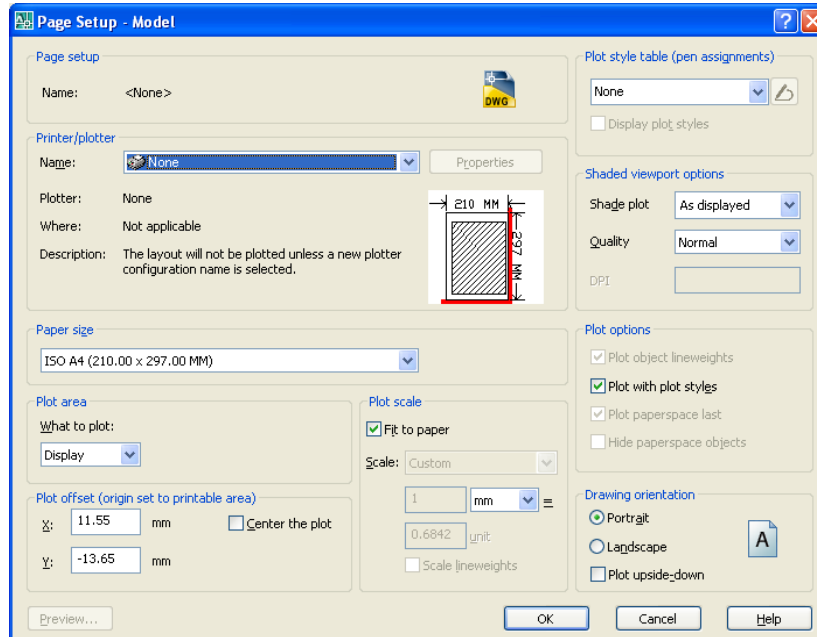

Figura 2.136. Page Set up model (AutoCAD 2007).
**Modify.** Configura la página seleccionada, abriendo la ventana *Page Set up Model* (ver figura 2.136).